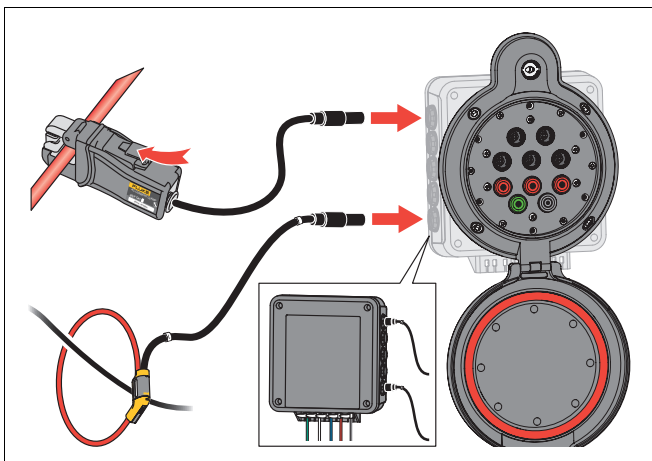

Abbildung 5. Strommessanschlüsse
1. Legen Sie den iFlex Sensor oder die Stromzange um den Phasenleiter, der gemessen werden soll. Siehe Abbildung 5. Vergewissern Sie sich, dass der Pfeil auf dem Stromsensor mit der Stromflussrichtung übereinstimmt.